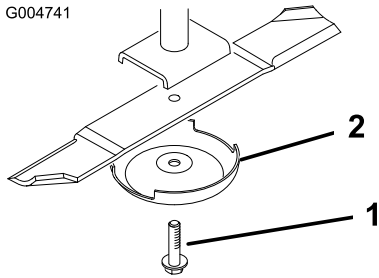

Figura 82
2. Sujete el extremo de la cuchilla usando un paño o un guante grueso. Retire del eje de la cuchilla el perno de la cuchilla, el protector de césped y la cuchilla (Figura 82).